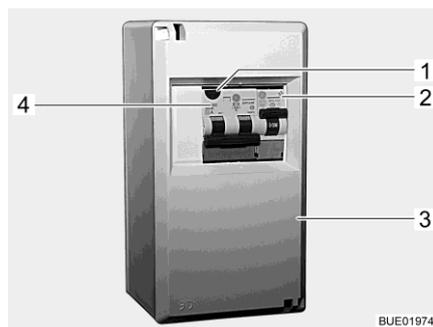
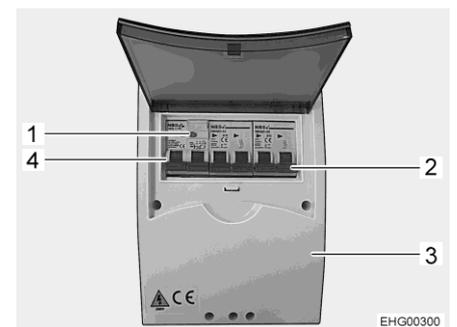

Fig. 202 Coffret de fusibles 230 V
Fig. 203 Coffret de fusibles 230 V (variante)
Un disjoncteur différentiel/de protection de circuit combiné (Fig. 202,4 ou Fig. 203,4) dans le coffret de fusibles (Fig. 202,3 ou Fig. 203,3) protège tout le véhicule contre le courant différentiel (0,03 A).
Sur les véhicules possédant un équipement particulier tel que la climatisation, un disjoncteur de protection de circuit supplémentaire (10 A) (Fig. 202,2 ou Fig. 203,2) protège l'appareil.
- Lorsque le véhicule est raccordé à l'alimentation 230 V, appuyer sur la touche de contrôle (Fig. 202,1 ou Fig. 203,1). Le disjoncteur différentiel doit se déclencher.